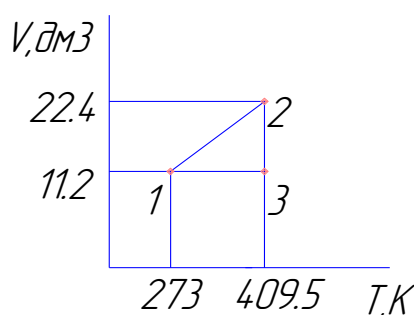

Рис.2
5. На *VT*-диаграмме изображен замкнутый процесс, который совершает некоторая масса азота (рис.2). Известно, что минимальное давление газа в этом процессе $P_{\text{min}} = 3 \cdot 10^5\text{ Па}$. Определить массу газа и его давление в точке 1. Значения T_1 , T_2 , V_1 и V_2 указаны на рисунке.